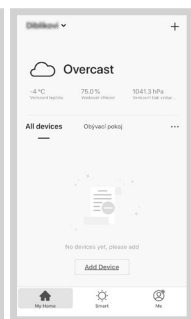

fig. 7
- Nell'applicazione premere il tasto „+“ o „Add device“ (fig. 7) per aggiungere un nuovo dispositivo.